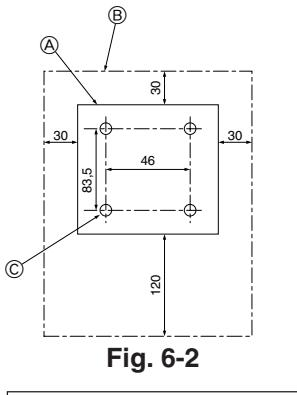

Fig. 6-2
- (1) Selecione uma posição de instalação do controlo remoto. (Fig. 6-2)